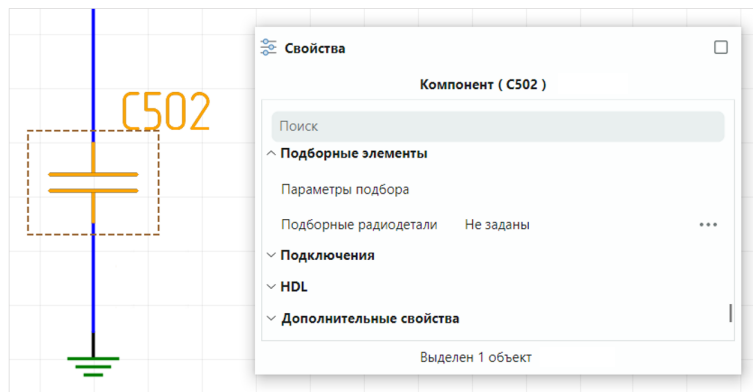

Рис. 86 Отображение раздела «Подборные элементы» в свойствах
Для радиодеталей, относящихся к семействам: конденсаторы (C), дроссели (L) и резисторы (R), доступна дополнительная категория свойств – «Подборные элементы», см. Рис. 86.